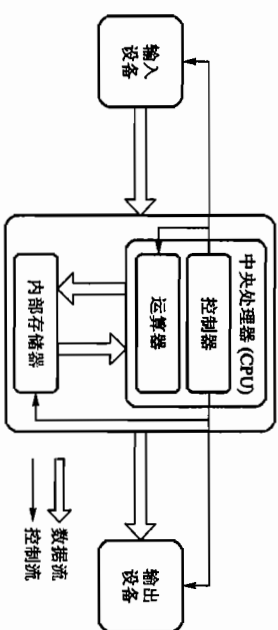

图 2-26 冯·诺依曼体系结构的计算机
计算机一开始是作为一个计算工具出现的。如能脱离人的干预而自动地完成计算,它必须具备以下几个基本部件:①要有能进行运算的部件——运算器;②要有能记忆原始数据、运算程序及运算结果的部件——存储器;③要有能发出各种控制信息,以使计算机各部件协调工作的部件——控制器。④要有能将原始数据及运算程序输入计算机,并将结果及其他信息输出的部件——输入、输出设备。典型的计算机硬件系统就是由这五大部件构成,这种模型最早是由数学家冯·诺依曼提出的,故称为冯·诺依曼体系结构。冯·诺依曼体系结构的计算机是以存储程序方式工作的,即在控制器的控制下,计算机的各个部分根据预先编制的程序自动连续地进行工作。冯·诺依曼体系结构的计算机如图 2-26 所示。